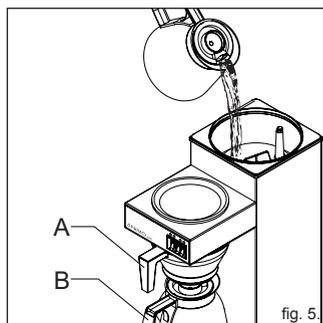
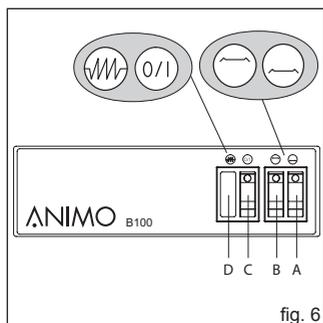

fig. 5.
fig. 6
Avant de mettre l'Aromatic B100 en marche, il faut remplir le réservoir avec de l'eau (fig. 5).
- Versez  $\pm 3$  litres d'eau (2 verseuses pleines) dans le réservoir à eau froide (fig. 5).
## 6. PANNEAU DE COMMANDE (FIG. 6)
- Versez une verseuse d'eau froide dans le réservoir à eau (fig. 5) et le café commencera à passer. L'opération dure 5 à 6 minutes. Après quoi le café peut être servi ou éventuellement gardé au chaud sur la plaque chauffante au-dessus. Mettez celle-ci en marche à l'aide du commutateur B (fig. 6).
- Si l'on veut seulement garder le café chaud pendant quelques temps, il est possible de couper l'élément chauffant du boiler à l'aide du commutateur C (fig. 6). Si, par la suite, on veut à nouveau passer de café, il faudra attendre quelques temps avant que le réservoir soit à la bonne température.